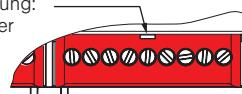

Abb. 2 Lösen der Klemmenabdeckungen (REG-Variante)
- Montieren Sie das Gerät beim Verteilereinbau auf einer symmetrischen Hutschiene (TH 35-15) durch Aufclipsen. Zur Erleichterung der Anschlussarbeiten können die Klemmenabdeckungen gelöst werden (siehe Abb. 2).